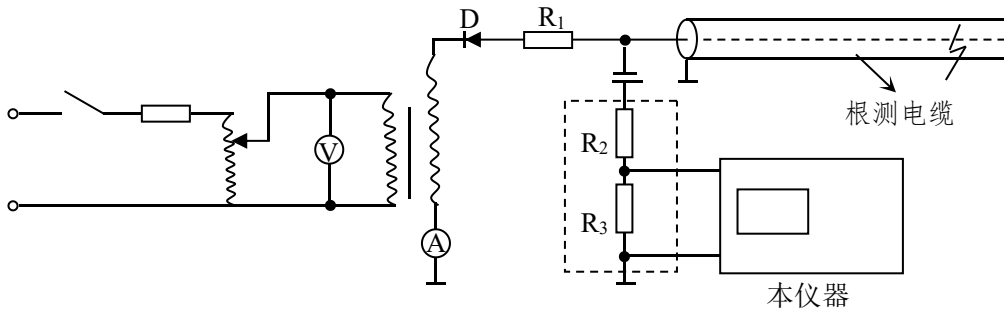
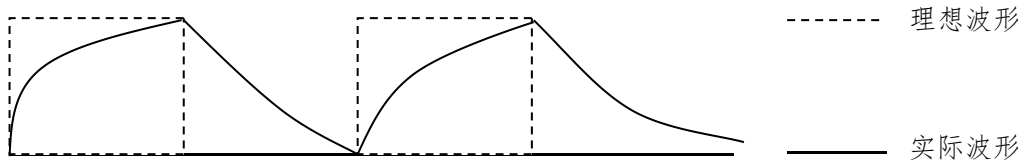

图 2 直流高压法测试原理图
图 3 直流高压法波形图
当故障电阻极高，尚未形成稳定电阻通道之前，可利用逐步升高的直流电压施于被测电缆。至一定电压值后故障点首先被击穿，形成闪络，利用闪络电弧对所加入电压形成短路反射，反射回波在输入端被高阻源形成开路反射。这样电压在输入端和故障点之间将多次反射，直至能量消耗殆尽为止。测试原理线路图如图 2 所示，线路的反射波形如图 3 所示。
5) 接通仪器电源，屏幕出现视窗。然后逐步调节调压器升高测试电压，当故障点产生闪络现象时，毫安表中电流突然增大，电压表指针抖动。显示屏上应出现 4.2 中图 3 所示波形。由图 3 可知， $t_1 \sim t_2$ 间为故障距离。